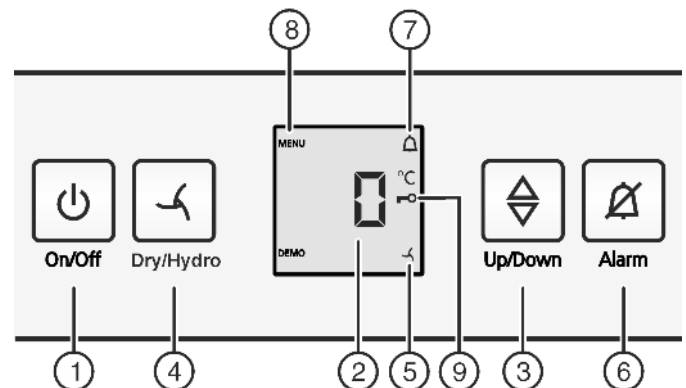

Fig. 2
- ▶ Taste On/Off Fig. 2 (1) drücken.
- ▶ Einstellmodus aktivieren: Taste Dry/Hydro Fig. 2 (4) ca. 6 s drücken.
- ▷ Das Symbol Menu Fig. 2 (8) leuchtet.
- ▶ Die Taste Dry/Hydro Fig. 2 (4) kurz drücken, um zu bestätigen.
- Zum Einschalten der Kindersicherung Taste Dry/Hydro Fig. 2 (4) kurz drücken.
- ▷ Das Symbol Kindersicherung Fig. 2 (9) leuchtet. In der Anzeige blinkt **c**.
- Zum Ausschalten der Kindersicherung Taste Dry/Hydro Fig. 2 (4) kurz drücken.
- ▷ Das Symbol Kindersicherung Fig. 2 (9) erlischt. In der Anzeige blinkt **c**.
- Einstellmodus deaktivieren: Taste On/Off Fig. 2 (1) drücken.
- Taste Alarm Fig. 2 (6) drücken.